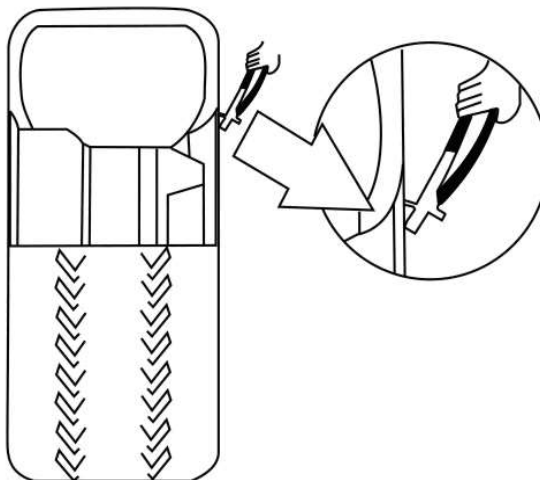

Abb. 26
- Fremdkörper, Schmutz und Gewichte von der Felge entfernen (Abb. 26).